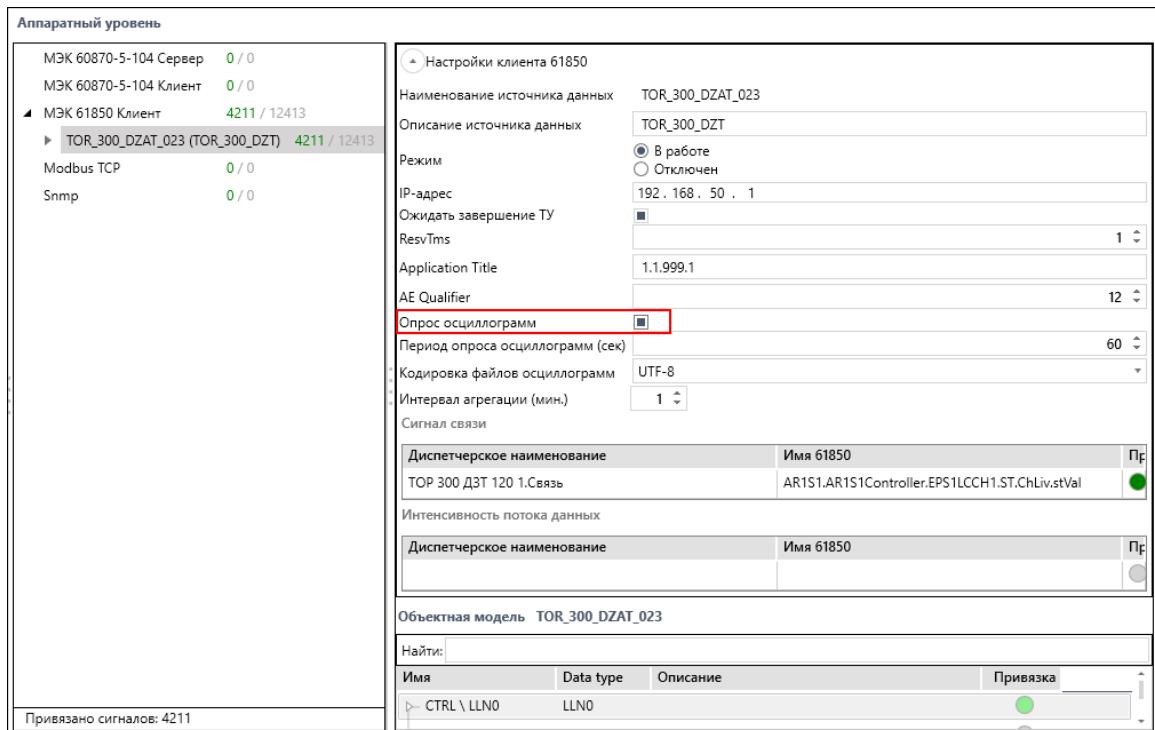

Рисунок 199 - Опрос осцилограмм в Redkit Builder
1. Откройте файл проекта в Redkit Builder. В связи с аппаратным уровнем убедитесь, что у необходимого клиента 61850 заполнен чекбокс **Опрос осцилограмм** (Рисунок 199).